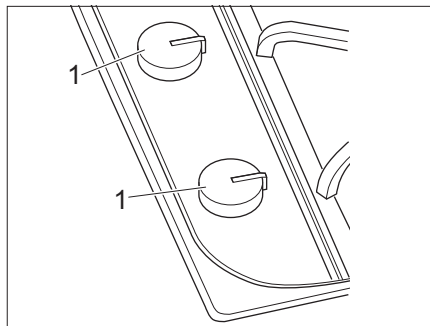

Bild 125 Bedienelemente für Gaskocher
- Drehregler (Bild 125,1) der gewünschten Brennstelle auf Zündposition (große Flamme) drehen.